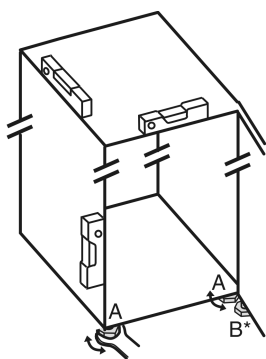

Fig. 6
- Stelvoetjes Fig. 6 (A) met meegeleverde steeksleutel en met behulp van een waterpas er uit draaien tot het apparaat vast en vlak is uitgelijnd.
- Stelvoetje Fig. 6 (B) op het lagerblok losdraaien met de bijgeleverde steeksleutel totdat deze op de vloer rust.
- Stelvoetje Fig. 6 (B) 90° verder draaien.